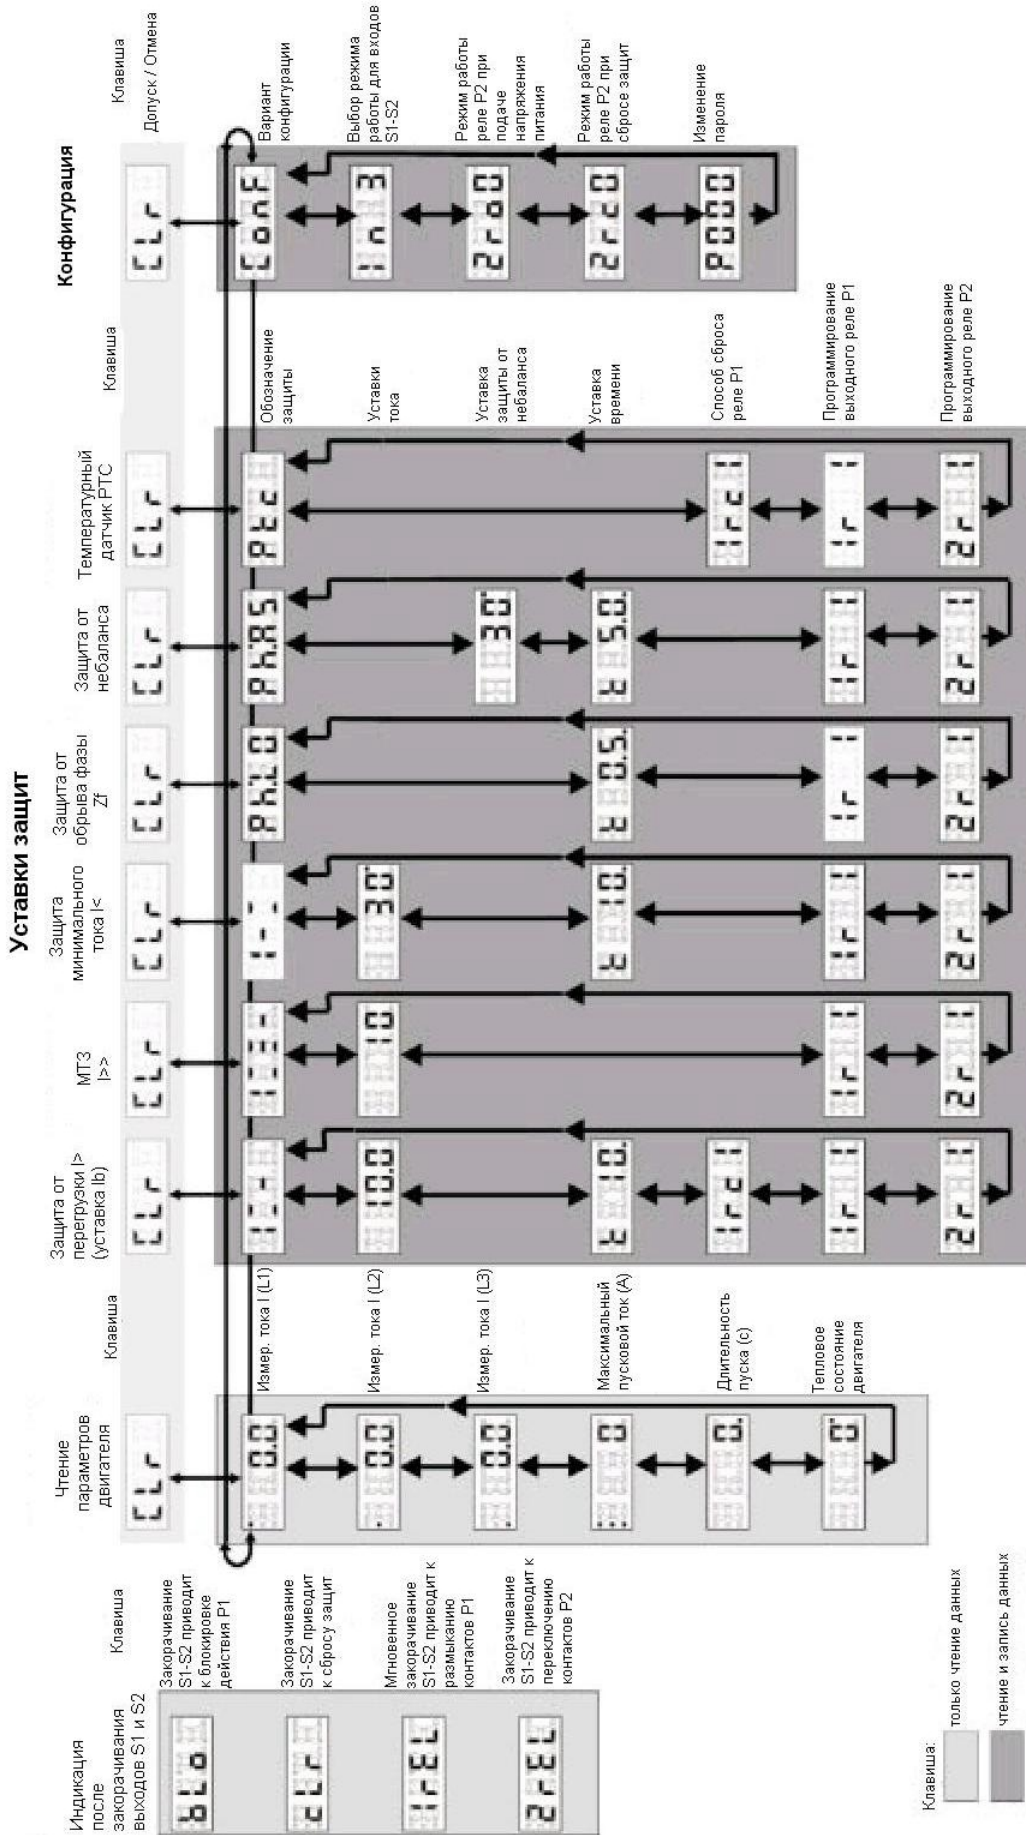

Рис. 5 Схема меню с уставками "по умолчанию" для версии MiCOM R211 с диапазоном уставок тока 10-20А.
- b) Используя схему меню (рис. 5) и кнопки на панели реле, выбирают пункт меню, который будет изменен.